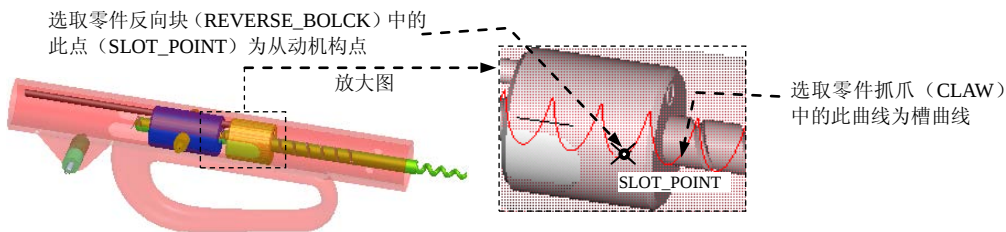

图 12.5.18 拖移驱动杆和止动杆的位置
准备工作：在  菜单中选择  方向  拖动元件  命令，分别将驱动杆子装配（actuating_rod_asm.asm）和止动杆（Stop_Rod）拖移到图 12.5.18 所示的位置，单击，终止拖移操作。然后关闭“拖动”对话框。
① 单击“放置”界面中的“新建集”，增加新的连接接头。在集名称下的文本框中输入连接名称“Slot1”后按回车键，并在集类型中选择“槽”选项。
② 选择从动机构点：在图 12.5.18 中的放大图中选取零件反向块（REVERSE_BLOCK）中的点（SLOT_POINT）为从动机构点，完成选取。
③ 选择槽曲线：在图 12.5.18 中的放大图中，采用“从列表中拾取”的方法，在列表选取零件抓爪（CLAW）中的螺旋曲线为槽曲线，再单击“选取”对话框中的  确定  按钮。主体名（CLAW）和曲线名出现在相应区域，同时该曲线在模型中用青色加亮显示。
④ 在槽曲线上定义端点作为运动的起点和末点：本例可不进行此步操作。